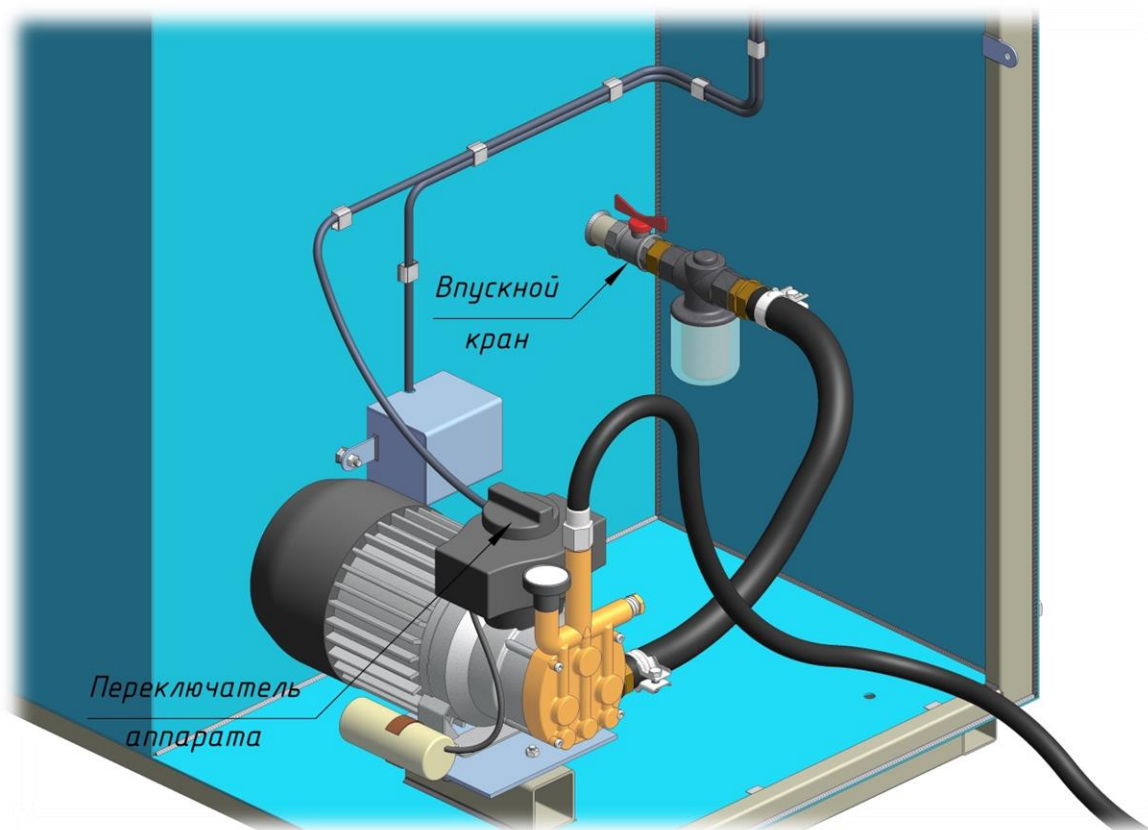

Рисунок 5
4.8. Эксплуатация ПМК «Аквадор» без воды категорически запрещена, поэтому первоначально необходимо открыть впускной кран и подождать несколько минут, чтобы вода поступила во всасывающий трубопровод (смотри рис. 5).
- повернуть переключатель аппарата против часовой стрелки (смотри рис. 5);
- 5.2. Убедиться в том, что впускной кран всасывающего трубопровода открыт (смотри рис. 5);
- 5.3. Повернуть против часовой стрелки переключатель АД (смотри рис. 5);